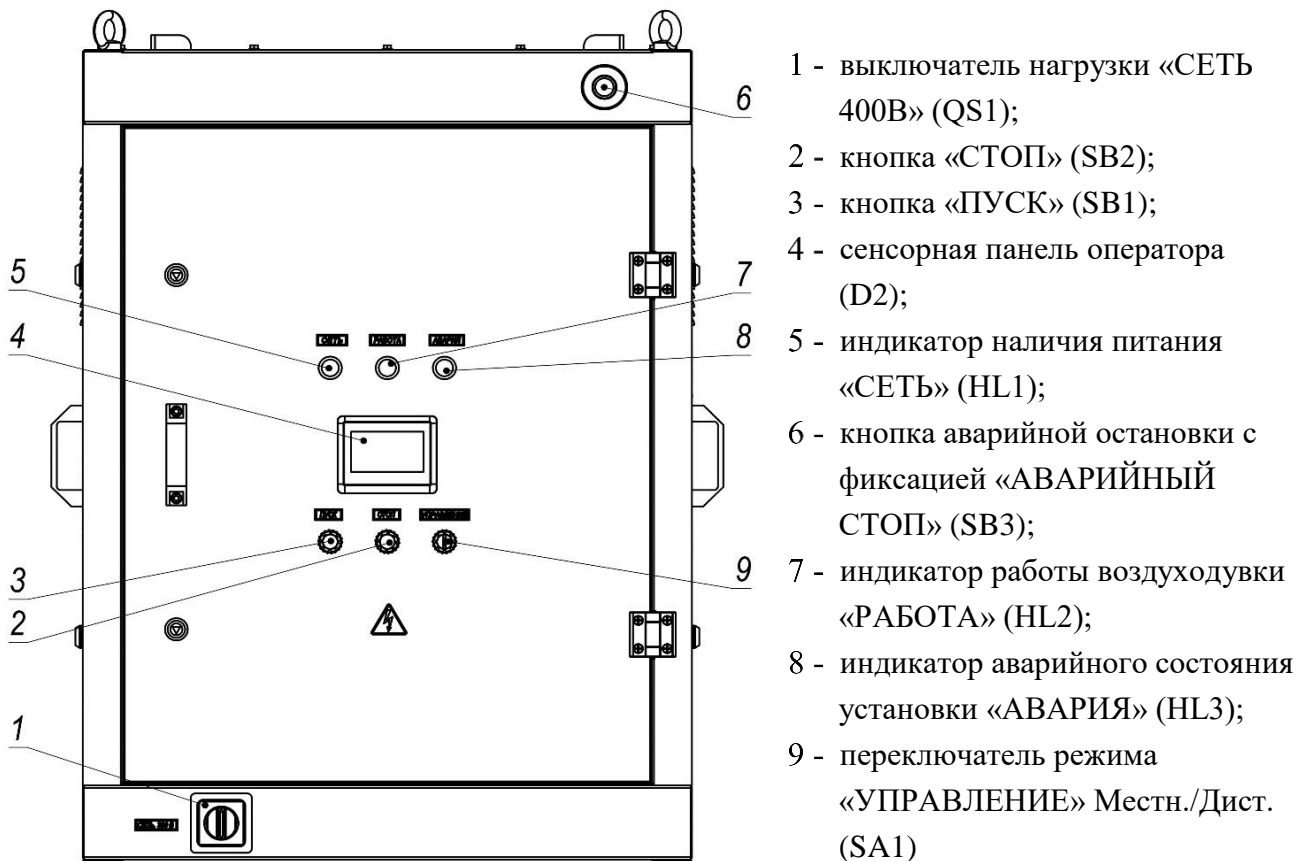

Рисунок 20
6.1.1 На передней панели вакуумного блока расположены органы управления и индикации (рисунок 20).